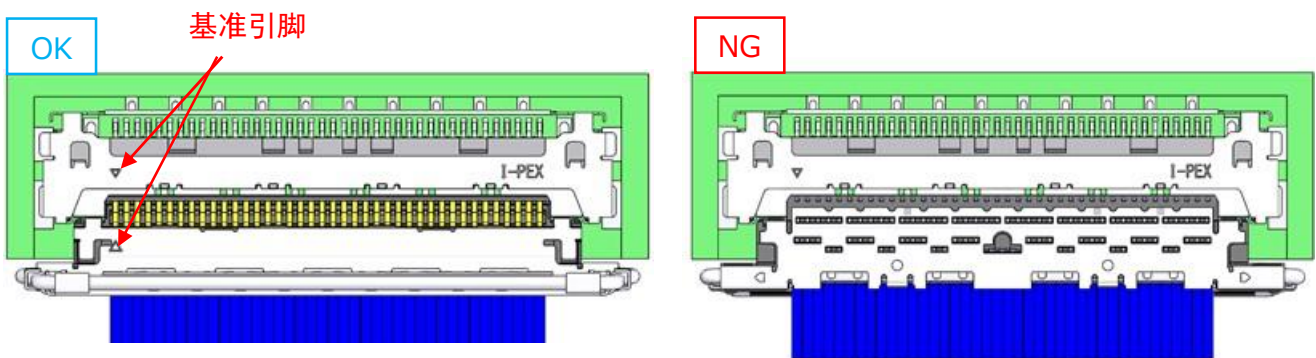

图 3
② 如图 3，插座连接器的基准 Pin 刻印与插头连接器基准 Pin 刻印相对进行插入。